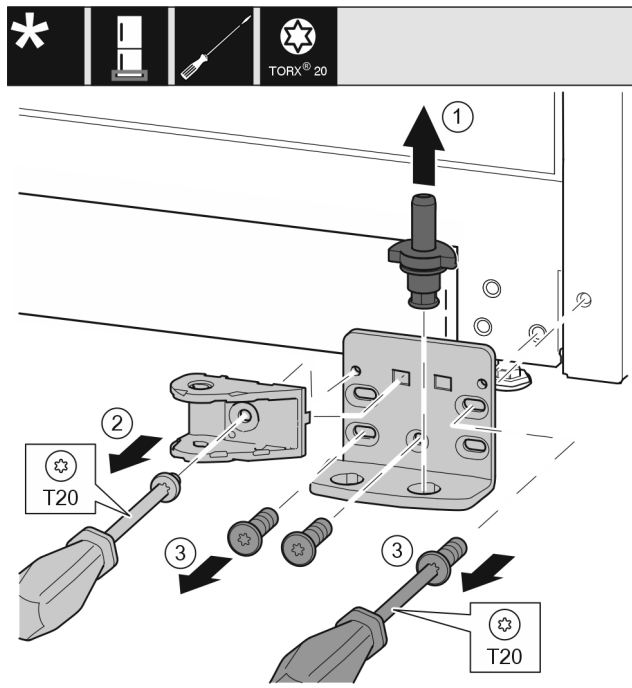

Fig. 22
- Nxirrni jashtë komplet bulonin e rrotullimit Fig. 22 (1) nga lart.
- Lironi vidën Fig. 22 (2) me një kaçavidë dhe hiqni lidhjen e amortizatorit të mbylljes.
- Lironi vidat Fig. 22 (3) me një kaçavidë dhe hiqni bazamentin mbështetës.